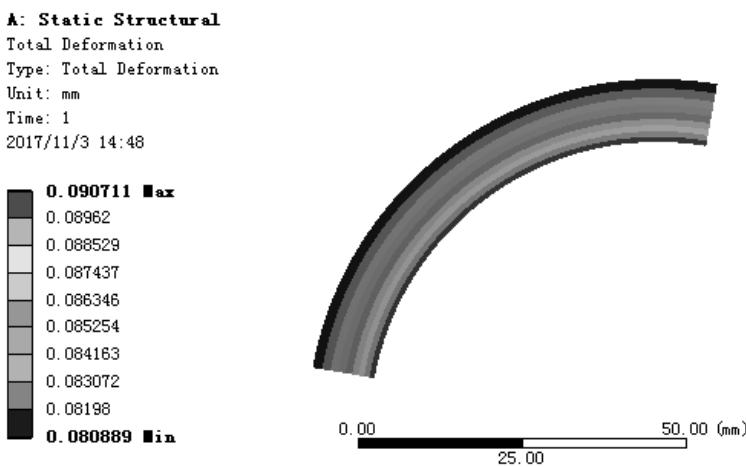

图 7.5.36 位移变形结果图解
(1) 求解分析。在顶部工具栏中单击 Solve 按钮求解分析。
(2) 查看位移变形结果图解。在“Outline”窗口中选中 Total Deformation，查看图 7.5.36 所示的位移变形结果，其最小位移为 0.080889 mm，最大位移为 0.090711mm。